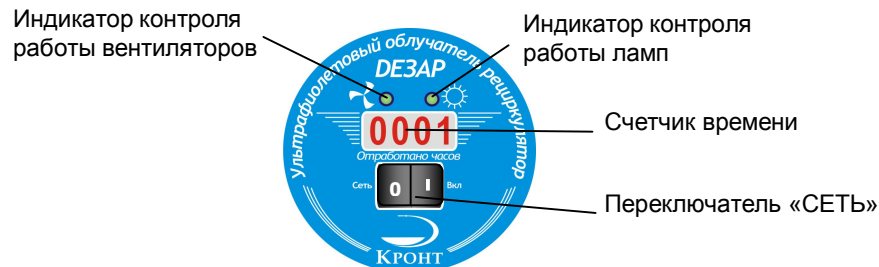

Рис.6
- 6.9. Световые индикаторы, расположенные на панели управления, контролируют поступление напряжения питания на лампы и вентиляторы. При отсутствии напряжения индикатор гаснет. Изображения лампы и вентилятора нанесены рядом с соответствующими световыми индикаторами (рис. 6).